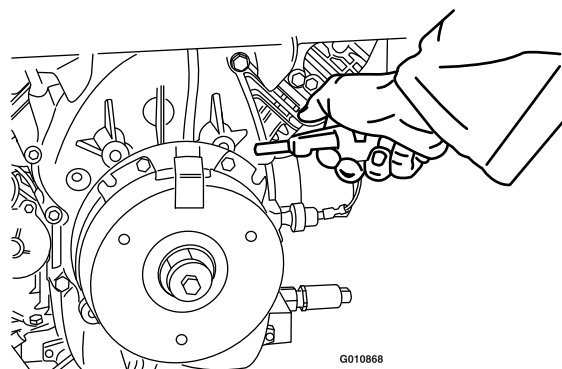

Figure 70
2. Soufflez de l'air comprimé sous le pôle et autour des entretoises du frein pour éliminer tout débris (**Figure 70**).